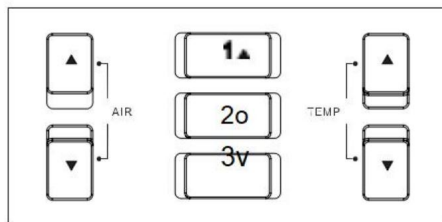

FIG. 1-6
1. Hämta genvägstemperatur: Den kan snabbt hämta förinställd temperatur och blåsningen återställs i knappen "1"/"2"/"3" genom att trycka på knappen "1"/"2"/"3" (FIG. 1-6) när du arbetar